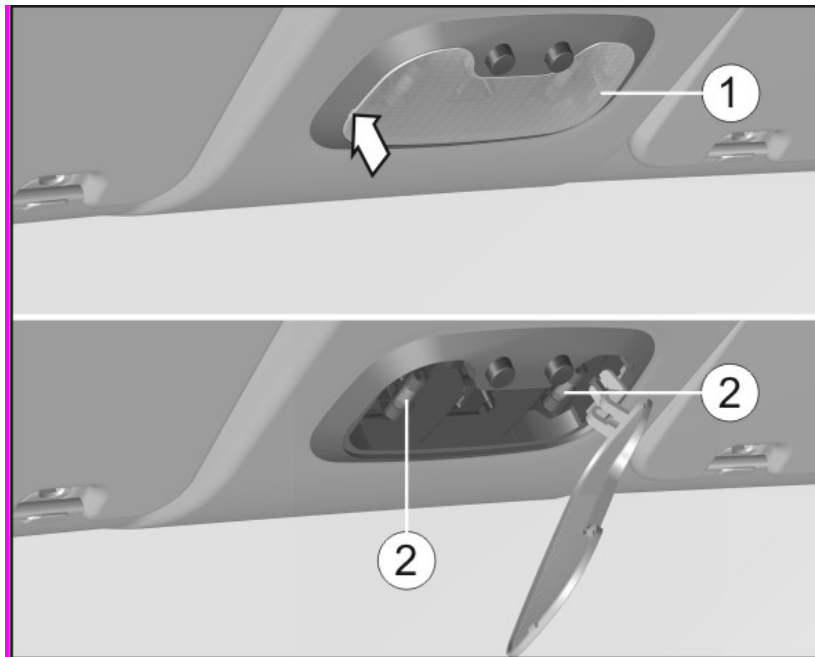

Рис. 7.9. Замена плафона внутреннего освещения кабины: 1 – рассеиватель; 2 - светодиоды
- вставить отвертку в паз в центре левого торца рассеивателя 1 (рис. 7.9), поддеть рассеиватель, повернуть отвертку и снять рассеиватель;